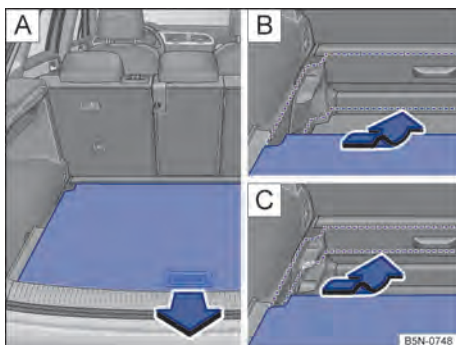

Fig. 191 No compartimento de bagagem: ajustar o assoalho do compartimento de bagagem na altura
- Levantar o assoalho do compartimento de bagagem e puxar para trás tirando dos guias nos lados do compartimento de bagagem → Fig. 191 (A).
- Colocar o assoalho do compartimento de bagagem nas guias da altura desejada e puxar para frente até o batente → Fig. 191 (B), (C).
- Tirar o assoalho do compartimento de bagagem para fora das guias laterais puxando para trás pela alça → Fig. 191.